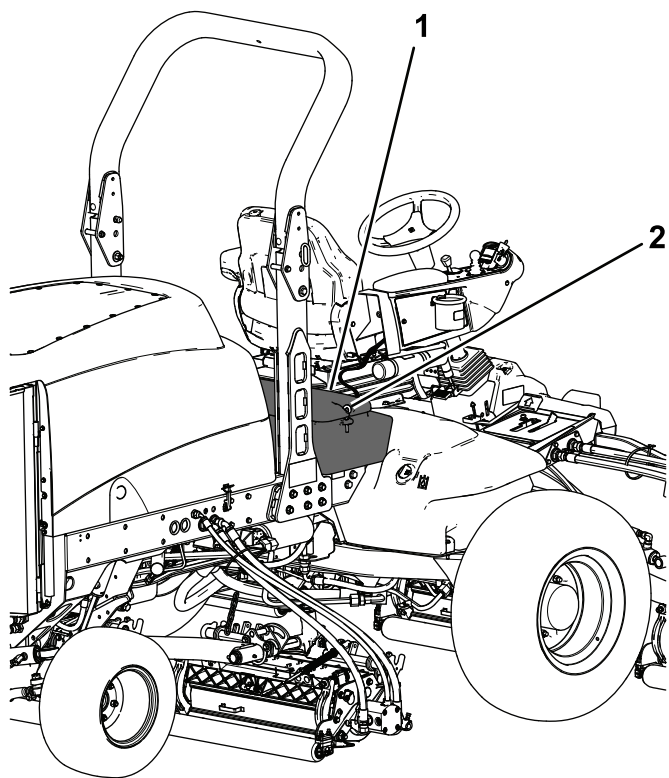

Figura 85
2. Desbloqueie e eleve o painel da consola do operador (Figura 85).